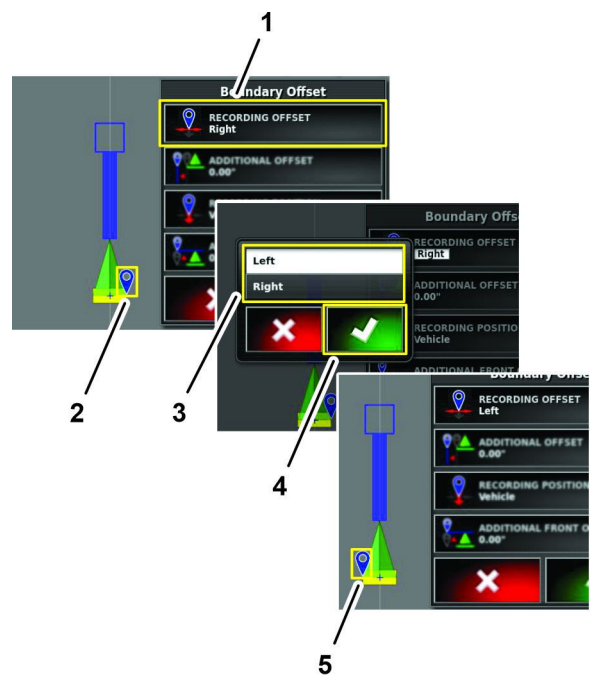

Figura 198
1. Pressione o ícone AFASTAMENTO DO PONTO DE DEMARCAÇÃO (Figura 198).